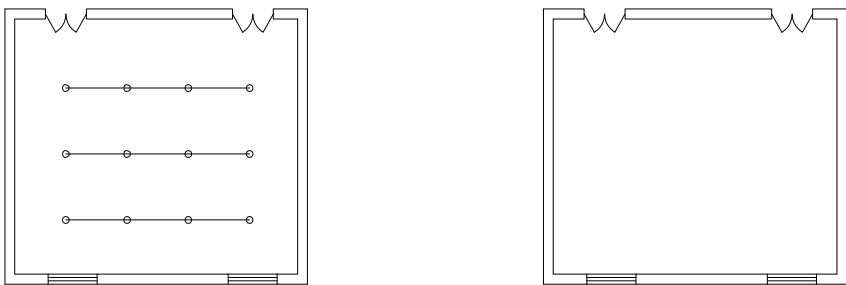

图 10-44 开/关喷淋图层
- “喷淋”按钮：单击该按钮，可以控制所有天正喷淋管线及其附属的管件所在的图层隐藏或者开启，如图 10-44 所示。